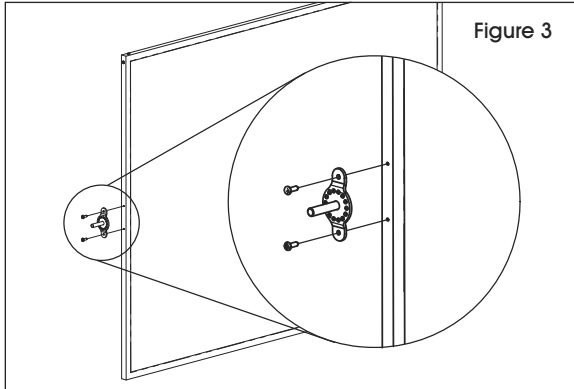

Figure 3
4. Attachez une tige pivotante sur les deux côtés du panneau à l'aide de deux vis de 5/8 po pour chaque tige. Serrez les vis complètement. (Voir Figure 3)